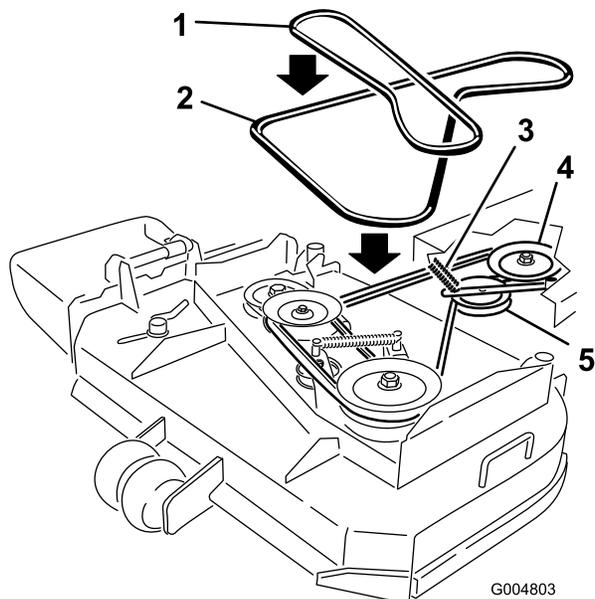

Figura 45
6. Rotolate la cinghia lontano dalla puleggia centrale sulla scocca del motore (Figura 45). Fate attenzione quando togliete la cinghia poiché la tensione aumenterà a causa della puleggia tendicinghia a molla.
7. Togliete la cinghia dalla puleggia del motore e dalla puleggia tendicinghia a molla (Figura 45).
8. Montate la nuova cinghia sulla puleggia del motore e sulla puleggia tendicinghia a molla (Figura 45).
9. Rotolate la cinghia nella puleggia centrale sulla scocca del motore (Figura 45). Fate attenzione quando